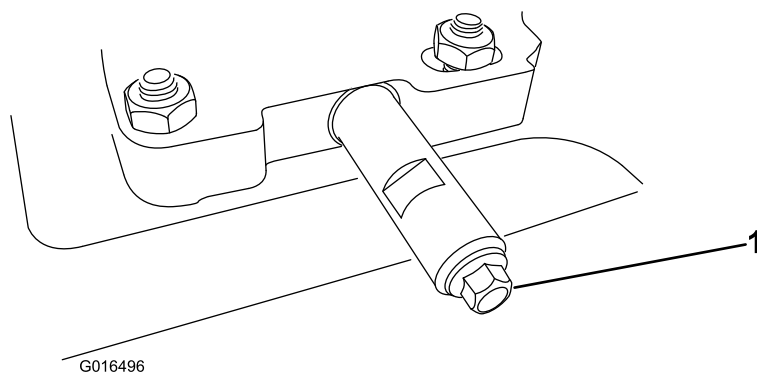

Figure 48
1. Nettoyez la surface autour du bouchon de vidange d'huile (Figure 48).